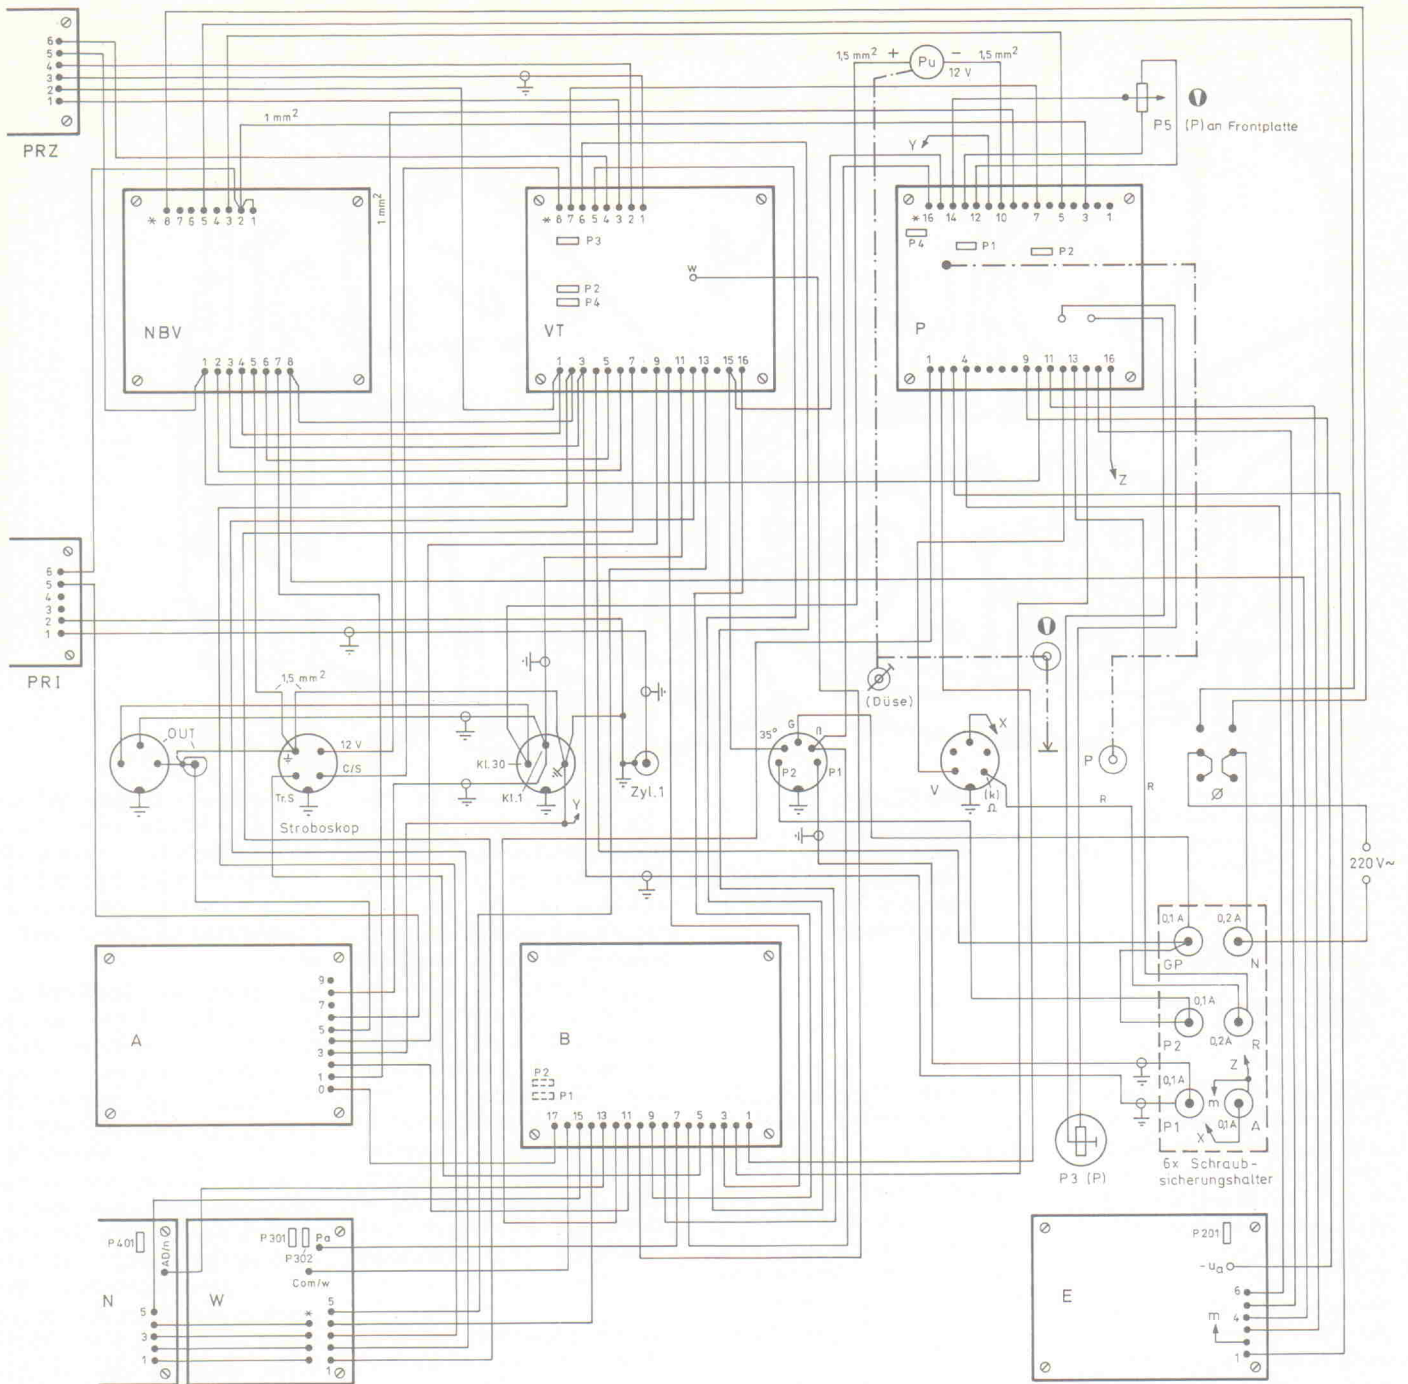

Bild 43. Über die 'Out'-Buchsen kann unter anderem das AutoScope angeschlossen werden; dadurch hält sich die Anzahl der benötigten Meßleitungen in Grenzen.
Der Gesamtverdrahtungsplan ist Bild 43 zu entnehmen. Die Anbringung von P3(P) wurde als Alternativlösung eingezeichnet. Die mit 'OUT' bezeichneten Buchsen dienen zur Impulsversorgung (Triggerung) eines gegebenenfalls mitzubetreibenden Oszilloskops. Praktische Erfahrungen rechtfertigen die Anordnung der sechs Schmelzsicherungen an der Frontplatte des Gerätes.